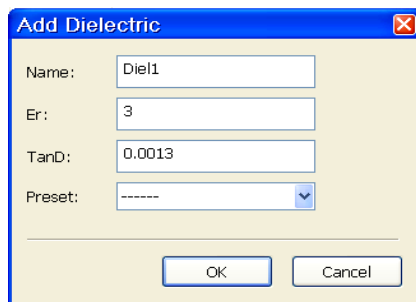

Рис. 6.141
0.0013 (рис. 6.141), нажмите **OK**.